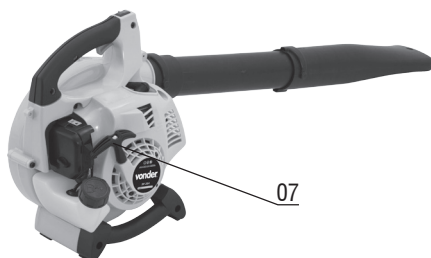

Fig. 6 – Manija de arranque
Para enciender el motor, púje la manija del sistema de arranque (7) (Fig. 6) levemente hasta sentir la resistencia del motor, entonces enseguida pújelo fuertemente.